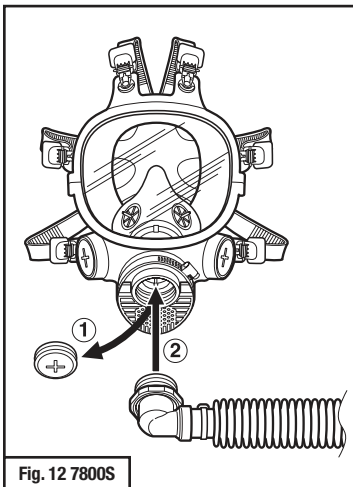

Fig. 12 7800S
2. Retirer l'obturateur 7890 3M^{MC} du joint d'étanchéité de l'**orifice central** du respirateur à masque complet (Fig. 12 et 13).
4. Visser l'adaptateur coudé du tuyau de respiration GVP-123 dans l'orifice central du masque du respirateur (Fig. 12 et 13).